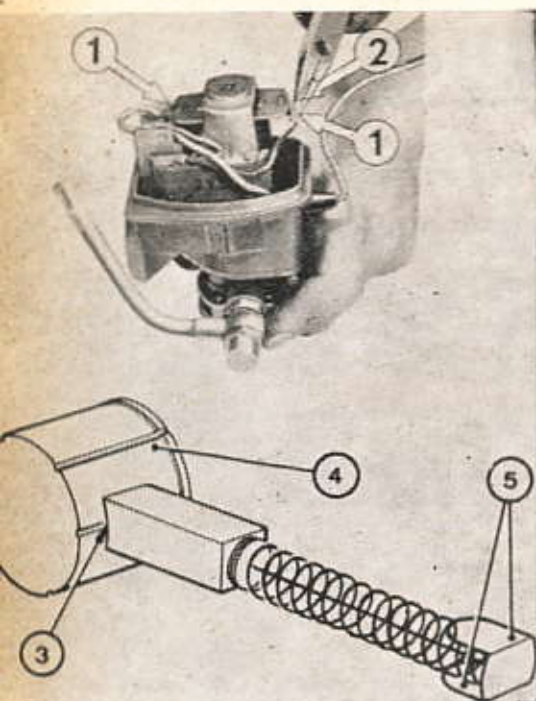

Fig. 81. — Détail des balais.
Redresser, avec précaution, les deux languettes (1) (fig. 81).
- Retirer les balais (2).
- Mettre en place 2 balais neufs, en les orientant de façon que leur partie usinée (3) soit en appui sur le collecteur (4) et que les joues (5) pénètrent à l'intérieur du porte-balai.
- Rabattre les languettes (1).